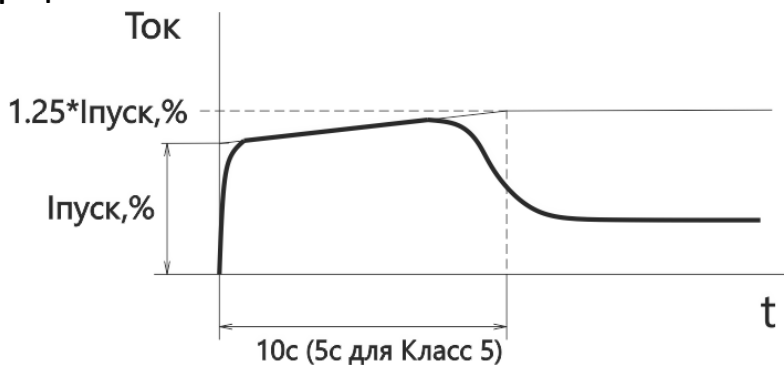

Рисунок 9 Плавный пуск с ограничением тока
1.9.2 Для предотвращения затягивания пуска при изменении нагрузки предусмотрено постепенное нарастание пускового тока до значения $1.25 \cdot I_{\text{пуск}}$. Период нарастания устанавливается в зависимости от настройки потенциометра «**Защита ЭД**». Для настройки «**Класс 5**» время ramпы составляет 5 секунд, для остальных значений – 10 секунд. См. рис.9.